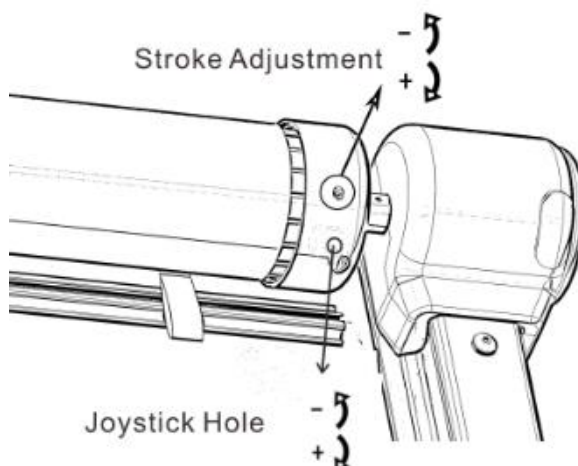

Figure C32
3.13.3 Als de openingsafstand van het zonnescherm te groot of te klein is, kunt u de sierkap op de motorkap gebruiken om met een inbusleutel de openingsafstand nauwkeurig af te stellen via afstelgat A (Afbeelding C32).